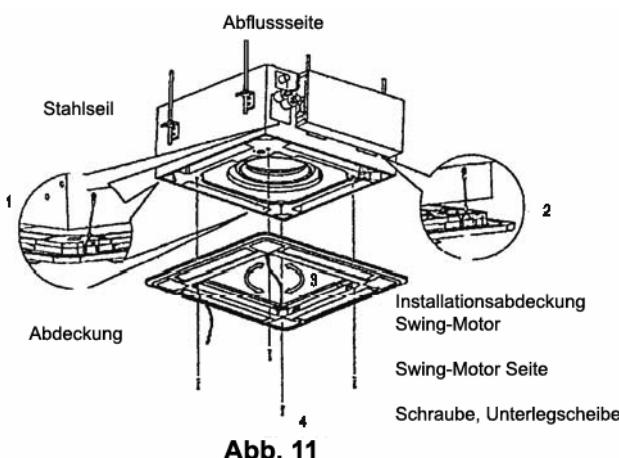

Abb. 11
(2) Installation des Paneels
- Richten Sie den Swing-Motor am Paneel richtig an der Wasseraufnahme des Hauptgerätes aus. (Siehe Abb. 11)
- Hängen Sie die vier Befestigungsseile des Hauptgerätes an der Installationsabdeckung und die anderen drei Abdeckungen des Swing-Motors ein: (Siehe Abb. 11)
- Schrauben Sie das Paneel mit Bolzen (M5X16) und Unterlegscheibe am Hauptgerät fest. (Siehe Abb. 11)
- Justieren Sie das Paneel vorsichtig in Pfeilrichtung (s. Abb. 11 (3)), so dass die Mitte des Paneels sich mit der Mitte des Lochs in der Decke deckt. Achten Sie darauf, dass die Haken an allen vier Ecken fest sitzen.